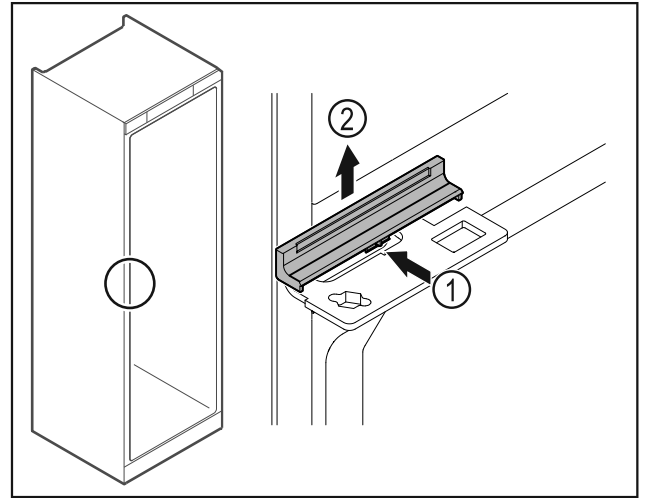

Fig. 47
- ▶ Слегка надавите на крышку по центру Fig. 47 (1) и снимите ее движением вверх Fig. 47 (2).